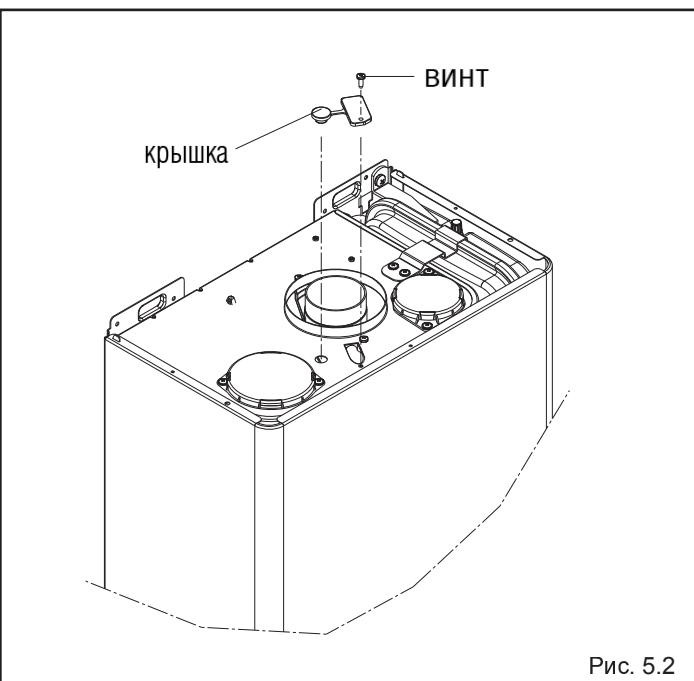

Рис. 5.2
- вывинтите винт на крышке, которая закрывает штуцер, служащий для отбора продуктов горения для анализа (рис. 5.2) и установите зонд газоанализатора